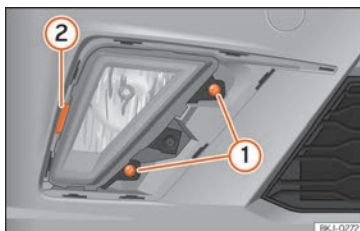

Fig. 57 Projecteur antibrouillard : dépose du support d'ampoule
- Retirez les deux vis » **fig. 57** (1) et faites le levier sur le clip (2) pour retirer le phare antibrouillard.